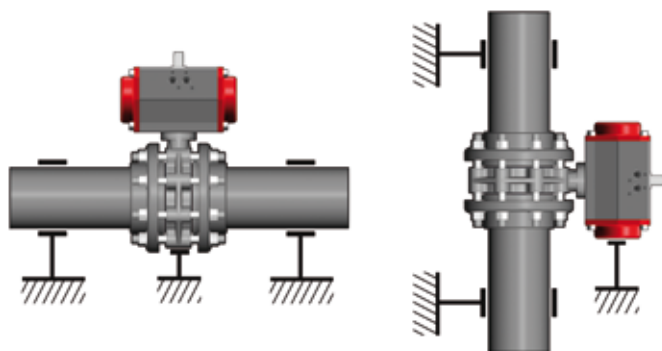

Fig. 1
- Le valvole motorizzate devono essere adeguatamente supportate (Fig. 1).
- The actuated valves should be properly installed (Fig. 1).
- Pour les vannes avec actionneurs en grands diamètres prévoir un supportage de la vanne sur la canalisation (Fig. 1).
Angetriebene Klappen sollten, wenn nicht anders angegeben, mit dem Antrieb senkrecht über der Klappe eingebaut werden (Fig. 1).